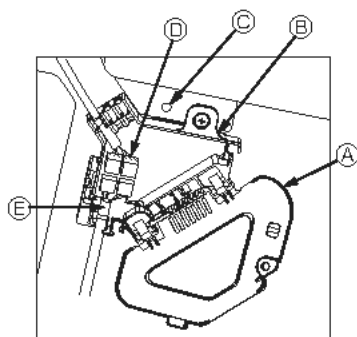

Fig. 10-8
- ① Fjern den skrue, der holder el-boksens afdækning fast, og åbn afdækningen.
- ② Forbind ventilatorvingemotorens tilslutningsledningsstik og paneventilatormotorens ledningsstik i el-boksen. (Fig. 10-8)